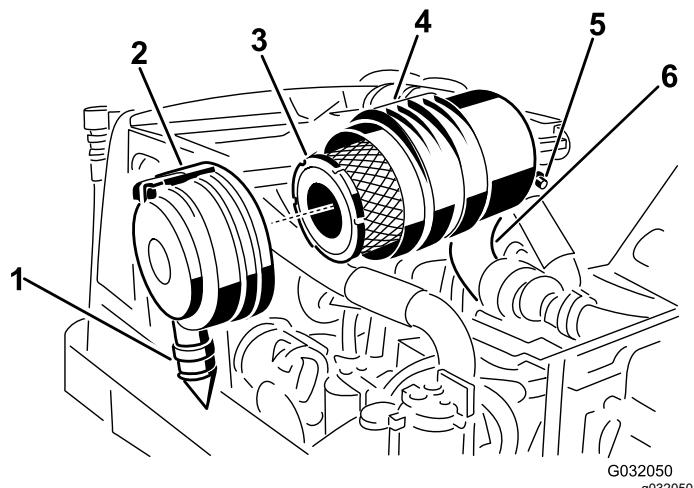

Figura 47
- Retire o filtro principal (Figura 47).
3. Substitua o filtro principal (Figura 47).
entre cerca das 5h00 a 7h00 quando vista da extremidade, e prenda o trinco (Figura 47).